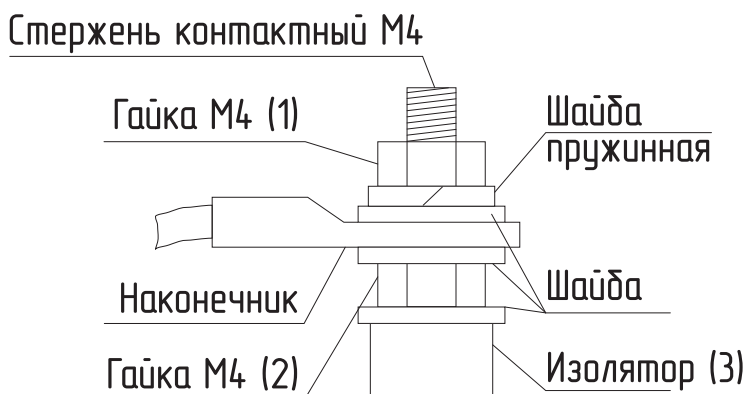

Рис.16 Присоединение проводов к выводам блок ТЭН
- Гаек на контактных стержнях ТЭН с усилием 1,8 Нм (**см.Рис.16**);
- при замене блок ТЭН присоединение фазных проводов к выводам блок ТЭН производить согласно **Рис.16**. Сечение кабеля указано в **Таб.1** и **Таб.2**;
- провод нейтрали «N» подключить на перемычку блока ТЭН (**Рис.16**).